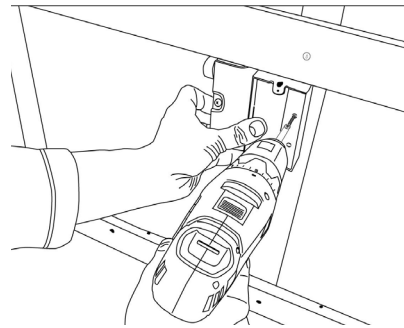

Figure 2
2. Positionner la boîte sur le montant avec l'aide du guide. Visser la boîte sur le montant en utilisant les trous situés à l'arrière de la boîte. Une vis à bois no.8 x 1-1/4 po. minimum doit être utilisée (Figure 2).